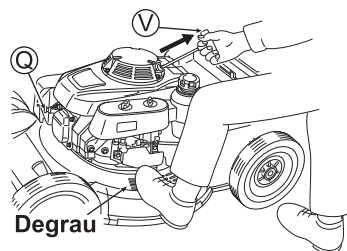

Fig. 13
1. Instale o terminal da vela de ignição (Q). (Veja a fig. 13)
4. Para acionar o motor, pise no degrau da carcaça, puxe levemente a corda de arranque (V) e pare temporariamente na posição onde você sentir uma resistência ao puxar a corda; a seguir, puxe-a fortemente a partir daquela posição. Depois disso, retorne lentamente a corda de arranque (V). (veja a fig. 13)